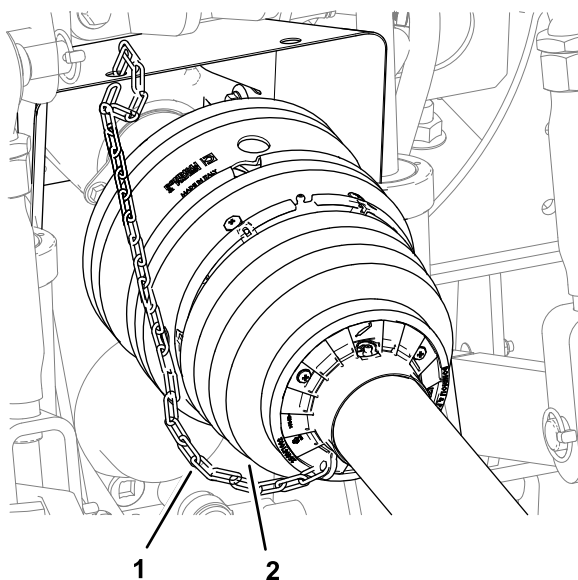

Figura 32
6. Collegate la catena di fissaggio a una parte fissa del veicolo di traino (Figura 32).